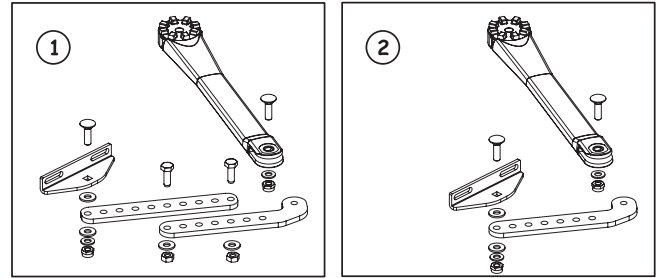

Abb. 3
3. Den Arm des Antriebs auf der Grundlage des ermittelten Maßes zusammenbauen (siehe Darstellung in Abb. 3, Bez. ① oder ②).